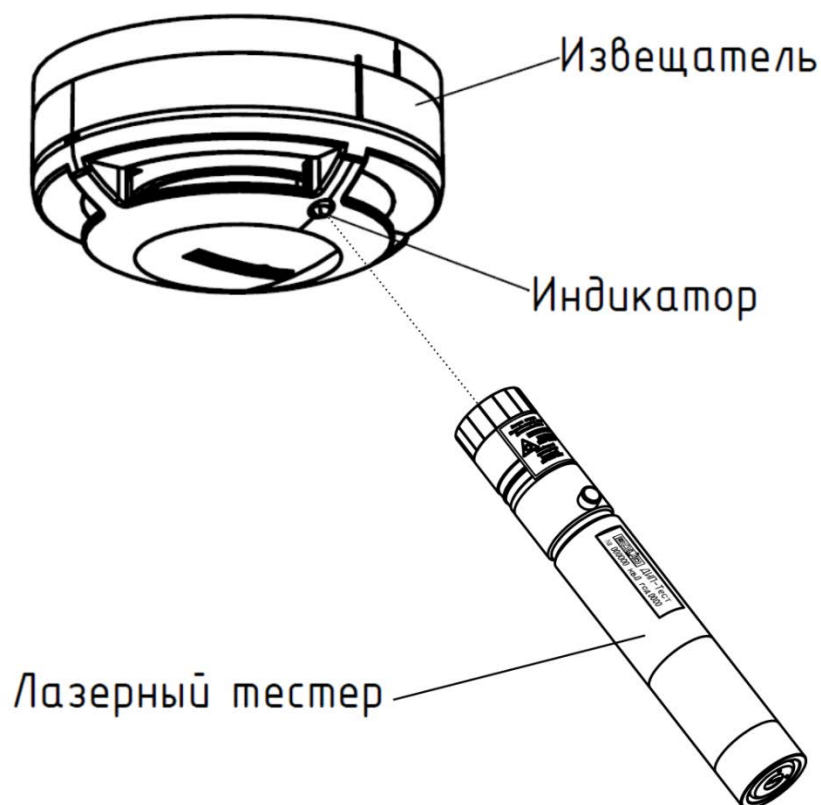

Рис. 4
- нажать кнопку и направить лазерный луч на индикатор извещателя (см. рис.4);